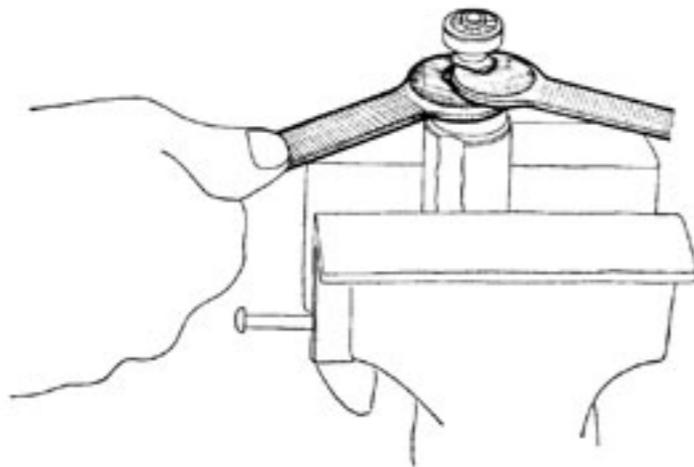

Fig. 2
- Déposer le doigt de réglage (clé plate de 13 mm et clé à six pans creux de 3 mm) ( fig. 2).